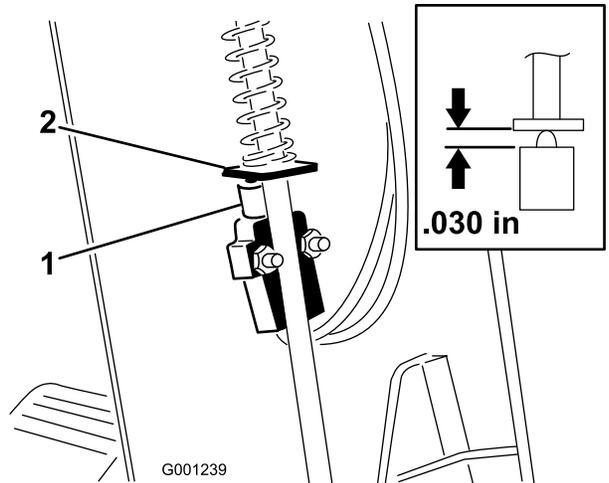

図 71
3. カバーを上をスライドさせて駐車ブレーキスイッチを露出させる 図 71。
5. 駐車ブレーキのロッドのパドルとスイッチのプランジャとを整列させる 図 71。
6. 駐車ブレーキロッドを押し下げ、スイッチが押し上げられてプランジャが圧縮された時のプランジャの長さを 0.76 mm とする 図 71を参照。